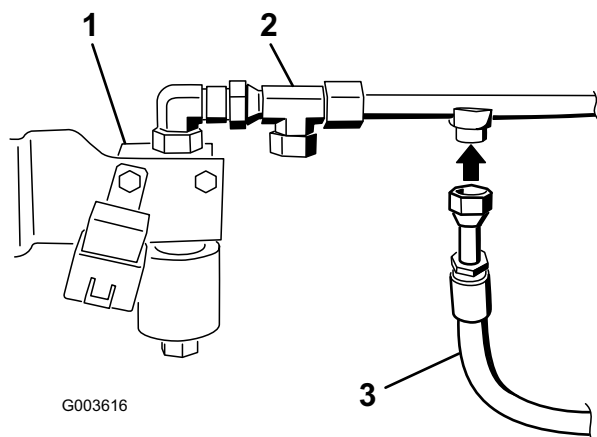

Figure 28
6. Montez le flexible hydraulique avec les raccords sur l'adaptateur en T qui est monté en haut de la valve (Figure 28).